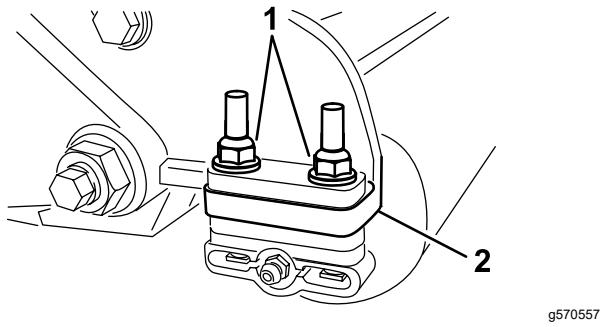

Figura 1
- Retire las 2 contratuerças con arandela prensada y las 2 arandelas que sujetan cada soporte de rodillo a las chapas laterales (Figura 1). No retire los pernos.